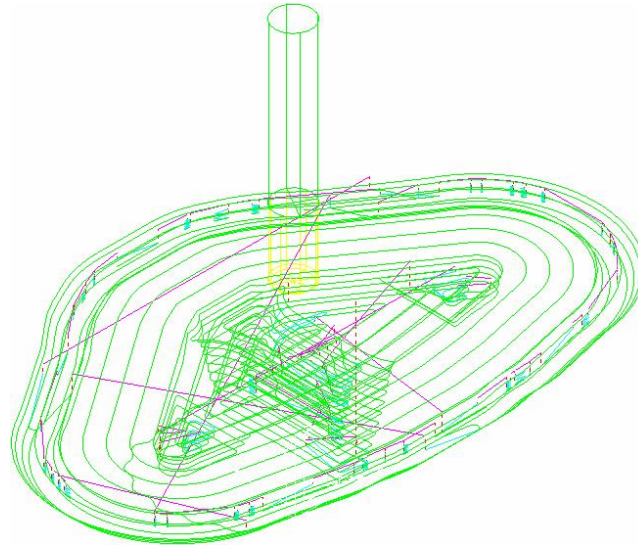

Figura 2.149 Vista con acercamiento de la herramienta y trayectoria.
- Para acercar la imagen, mantener pulsada la tecla Ctrl y el botón central (o derecho) del ratón, y arrastrar el ratón hacia arriba (Figura 2.149).